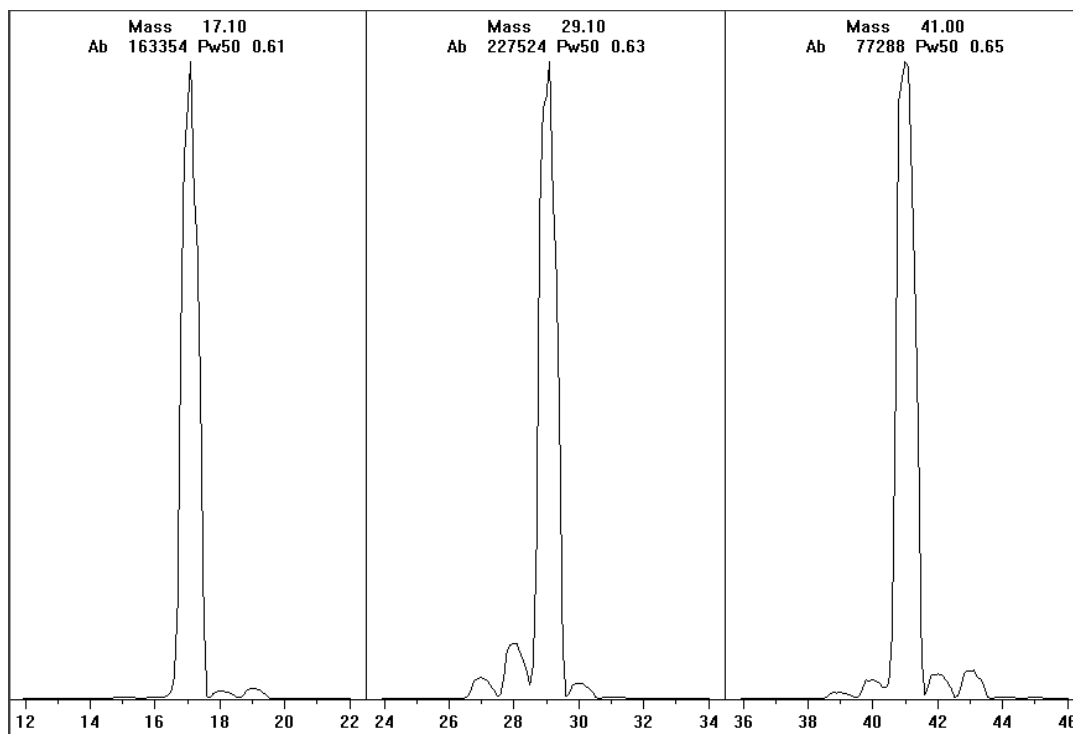

Figure 29 Profils des ions du gaz réactif
- 5 Observer l'affichage des profils d'ions du gaz réactif (Figure 29).